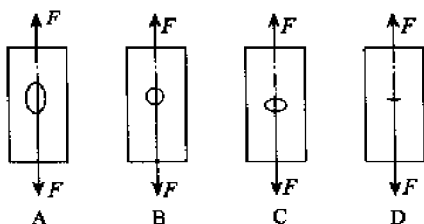

图 2-40
2. 图 2-40 所示四根受拉杆危险横截面的面积相同, 首先破坏的杆件为_____。